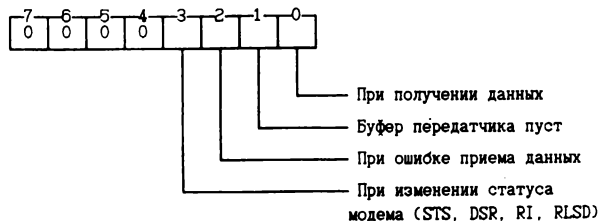

Рис. 7.4. Назначение битов регистра разрешения прерывания порта последовательного ввода-вывода
*Регистр разрешения прерываний* (рис. 7.4) используется для установки маски прерываний. Маска позволяет выбрать те ситуации, которые необходимо обработать. Если прерывание не используется, то в этот регистр необходимо записать 0. Доступ к регистру осуществляется через порт ввода-вывода со смещением 1 (3F9h) относительно базового адреса, когда бит 7 порта ввода-вывода со смещением 3 (3FBh) установлен в 1.